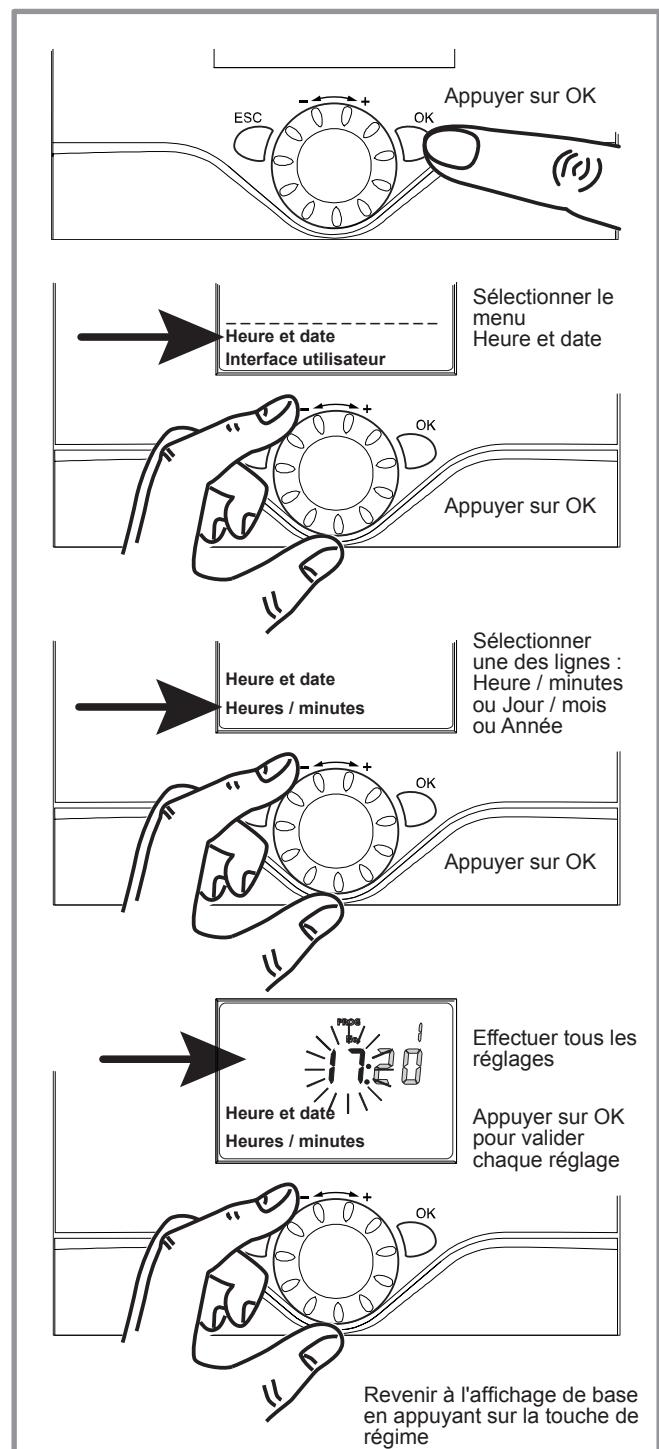

figure 7 - Réglage de l'heure et de la date
- Ajuster l'heure et la date si nécessaire (**figure 7**).